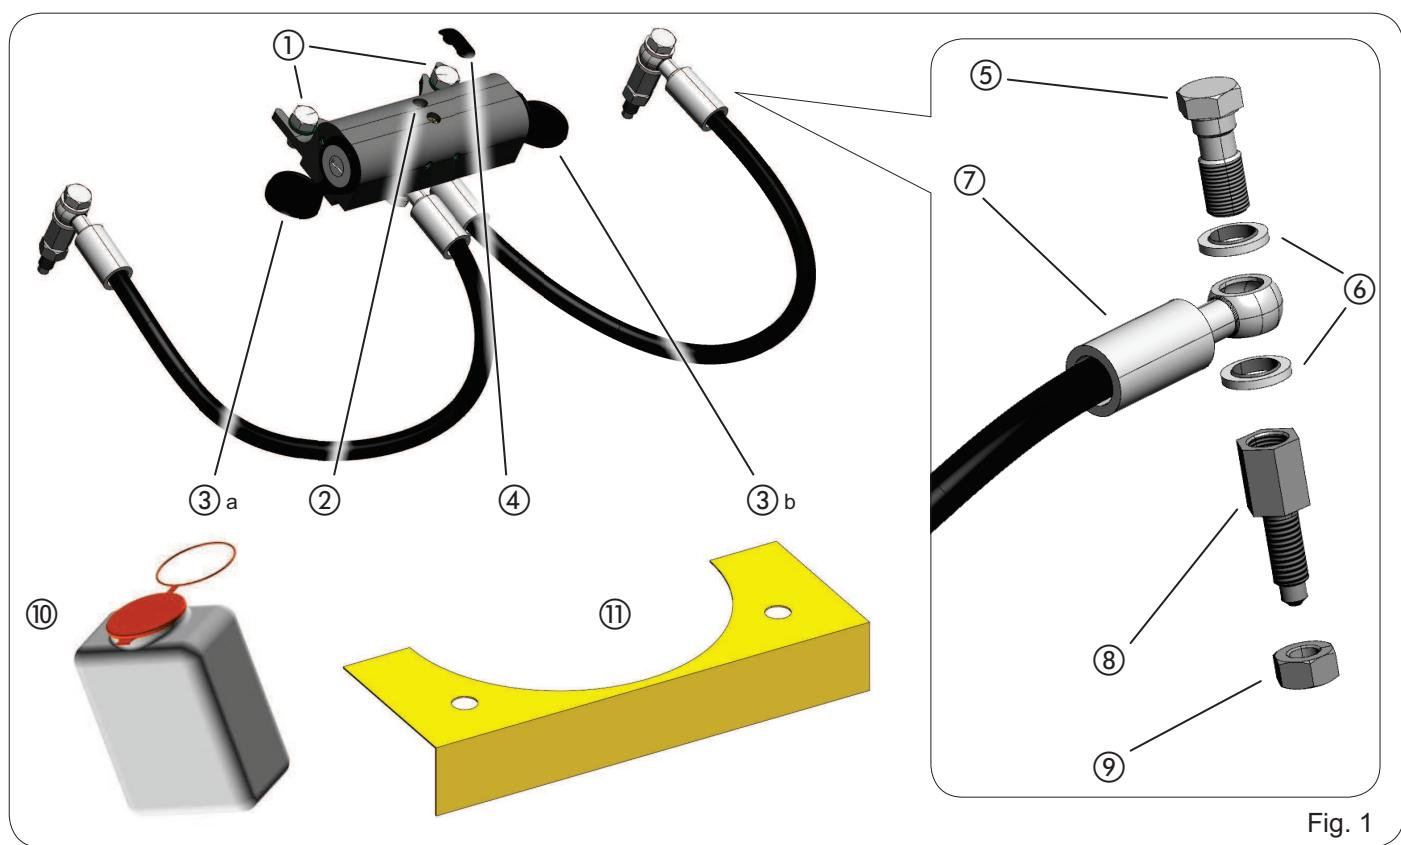

Fig. 1
La description des composants du système de déverrouillage se réfère à la Fig. 1
- Démonter les raccords de purge installés sur l'opérateur puis connecter les raccords fournis avec le système de déverrouillage (Fig. 6 réf. ② et Fig. 1 réf. de ⑤ à ⑨), en les vissant à un couple de serrage maximal de 20Nm et sans serrer complètement le groupe raccord/contre-écrou sur la bride. Une fois que le raccord est fixé, serrer le contre-écrou (réf. Fig. 7).
- Raccorder le tube de l'huile muni des deux joints et du raccord (en suivant l'ordre indiqué dans la Fig. 1, rif. de ⑤ à ⑨ et Fig. 7)
Die Beschreibung der Entriegelungsbauteile bezieht sich auf die Fig. 1
- Die am Antrieb montierten Entlüftungsverbindungen entfernen und anschließend die mit dem Entriegelungssystem gelieferten anschließen (Fig. 6, Bez. ② und Fig. 1, Bez. von ⑤ bis ⑨), und mit einem Anzugsmoment von maximal 20 Nm anschrauben (Verbindung/Kontermutter nicht komplett am Flansch festziehen). Nach der Befestigung der Verschraubung die Kontermutter festziehen (Bez. Abb. 7).
- Die Ölleitung mit den zwei Dichtungen und dem Anschlussstück anschließen (dabei die in Abb. 1, Bez. ⑤ bis ⑨, und Abb. 7 angegebene Reihenfolge beachten.)